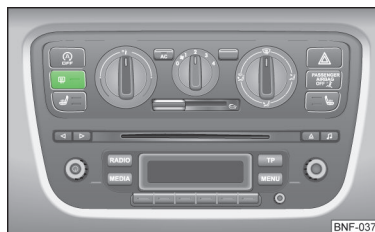

Fig. 29
► Încălzirea lunetei poate fi pornită sau oprită de la întrerupătorul cu simbol ☞ » fig. 29, lampa de control din întrerupător se aprinde, respectiv se stinge.